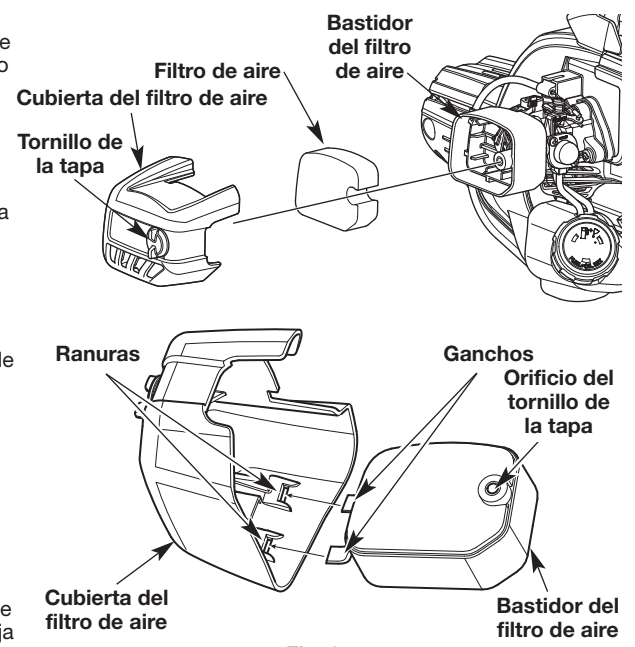

Fig. 34
1. Abra la tapa del filtro de aire desenroscando el tornillo correspondiente (Fig. 34).
2. Saque el filtro de aire y la pantalla que está detrás del mismo (Fig. 34).
6. Reemplace el filtro de aire y la pantalla que está detrás del mismo (Fig. 34).
7. Vuelva a ponerle la tapa al filtro de aire. Inserte los ganchos de la caja del filtro de aire en las ranuras de la tapa del filtro (Fig. 34).
8. Gire la tapa del filtro de aire a la derecha y alinee el tornillo de la tapa con el orificio correspondiente (Fig. 34). Apriete el tornillo para asegurar la tapa del filtro de aire.